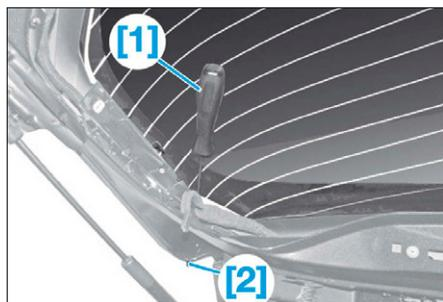

FIG. 22
- [1]. Alène (réf.1354-C) (Fig.22).
- [2]. Fil tranchant (réf.1354-E) (Fig.22).
- Passer l'alène [1] au travers du cordon de colle, de l'extérieur vers l'intérieure (Fig.22).